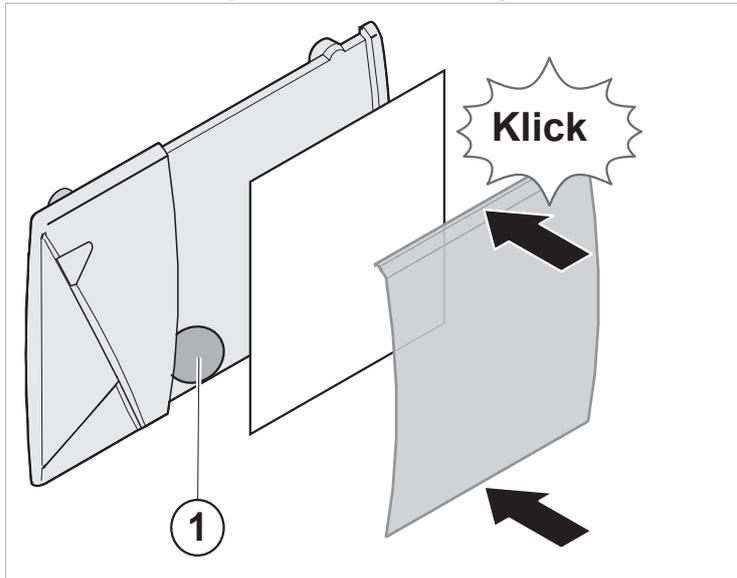

Fig. 13 Zutrittschip einlegen und Abdeckung schliessen
3. Zutrittschip (1, Fig. 13) hinter das Namensschild legen.